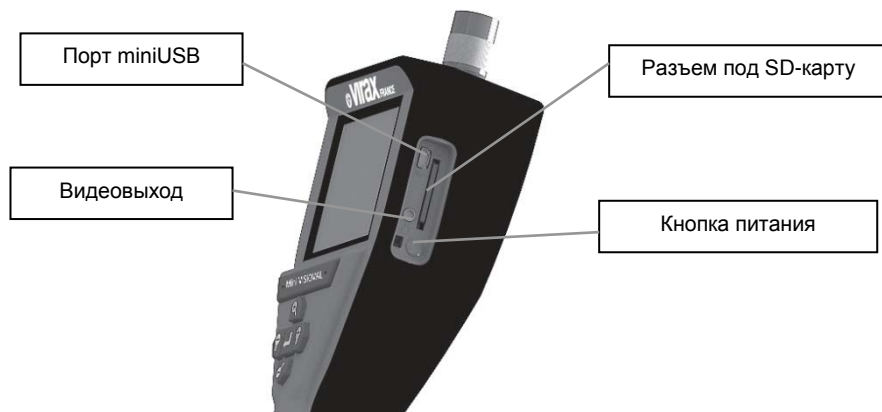

Рисунок 8 – USB-подключение для передачи данных
- 1- При помощи шнура miniUSB подключить мини-систему VISIOVAL к ПК (рис. 8).